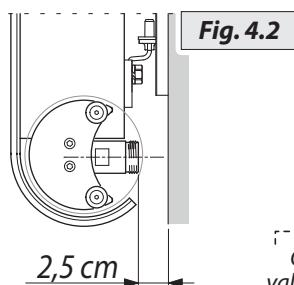
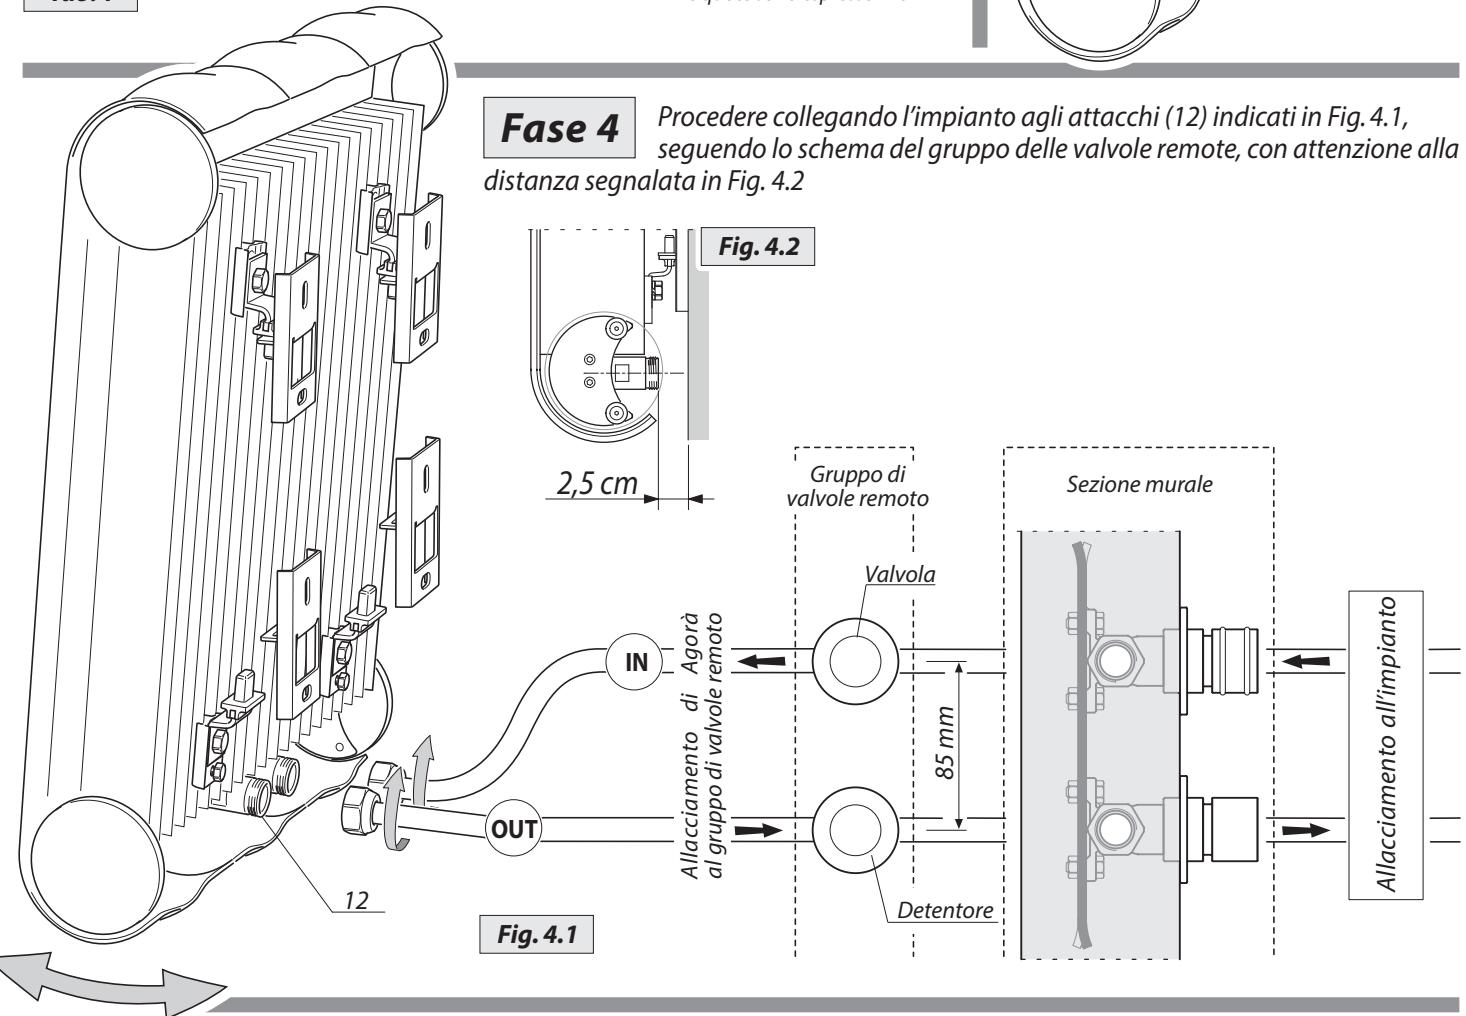

Fig. 4.2
Fig. 4.1
**Fase 4** Procedere collegando l'impianto agli attacchi (12) indicati in Fig. 4.1, seguendo lo schema del gruppo delle valvole remote, con attenzione alla distanza segnalata in Fig. 4.2.